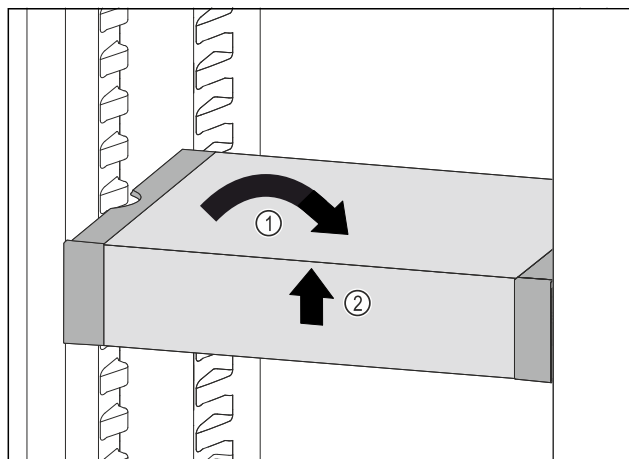

Fig. 84
- ▶ 将 VarioSafe 放平。Fig. 84 (1)
- ▶ 抬起 VarioSafe 前部。Fig. 84 (2)